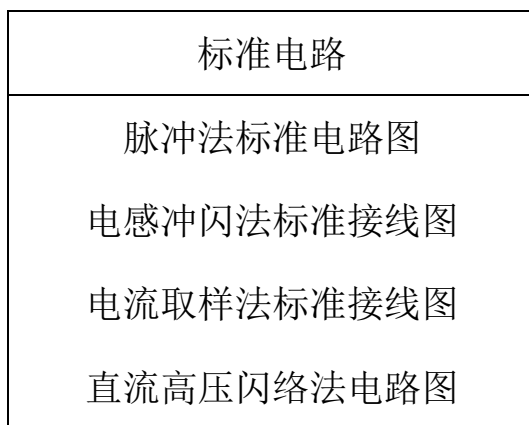

图 4.4-3
(5) 标准波形：光标在 标准波形 位时，按下“确认”键，进入标准波形屏幕，可利用光标↑↓来回翻页，查看各种测试方法的标准测试波形。
(6) 标准电路：光标在 标准电路 位时，按下“确认”键，进入第二菜单如图 4.4-3，所示。可利用光标↑↓移动选择不同的选项，查看不同测试方法的外部设备接线图。